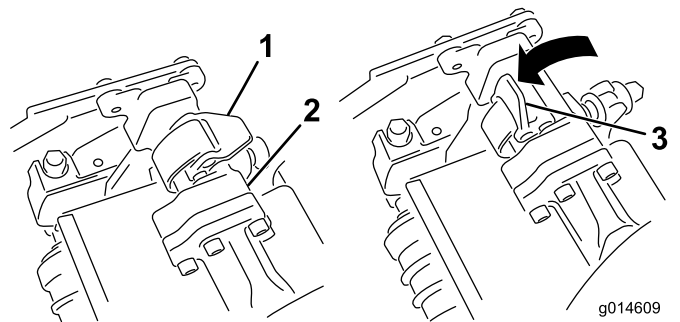

Figure 33
4. Les verrous de la barre de bras de suspension étant orientés en haut (c.-à-d. ouverts) (Figure 33), poussez le bras de suspension vers le bas pour que la barre s'engage sur la barre transversale en haut du plateau de coupe (Figure 34).
5. Fermez les verrous autour de la barre du plateau de coupe et bloquez-les en place (Figure 33).
5. Ouvrez les verrous sur la barre du bras de suspension appartenant au plateau de coupe que vous voulez déposer (Figure 33).